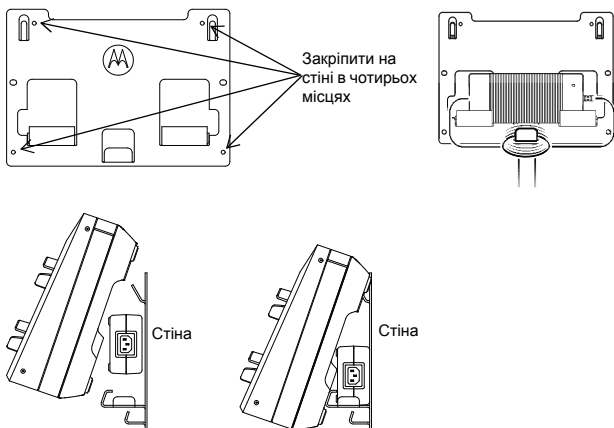

Рис. 4. Кріплення багатомісного зарядного пристрою на настінному кронштейні
4. Установіть багатомісний зарядний пристрій на настінному кронштейні, як показано на Рис. 4.